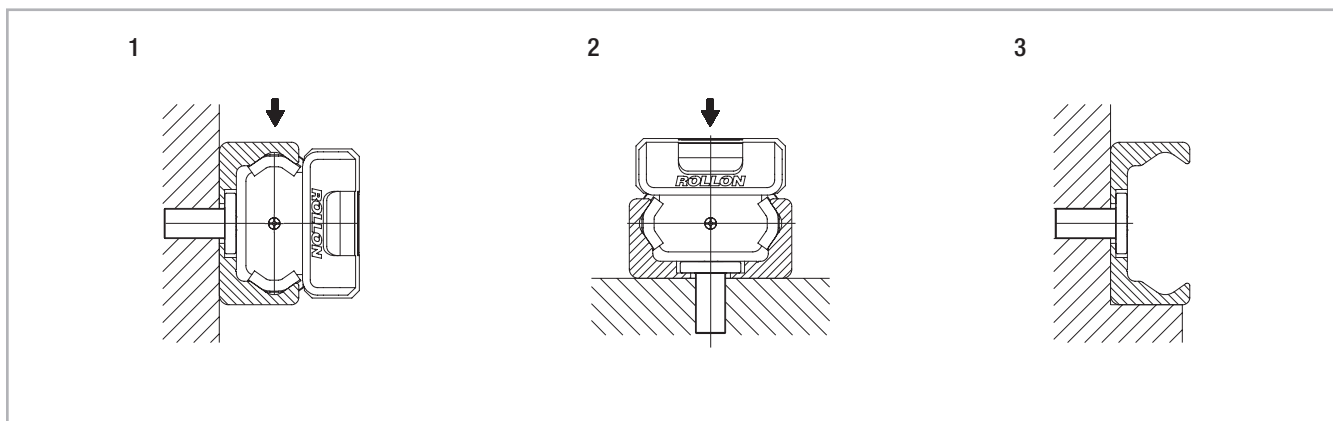

Fig. 154
Les rails en T et en K peuvent être montés dans deux positions différentes par rapport à la force externe. Dans le cas d'une charge axiale agissant sur le patin (fig. 154, pos. 2), la capacité de charge admissible est réduite en raison des galets à billes radiaux utilisés. C'est pourquoi les rails doivent, si possible, être montés de telle manière que la charge soit appliquée dans le sens radial sur les galets (fig. 154, pos. 1). Le nombre des trous de fixation dans le rail en combinaison avec les vis de classe de résistance 10.9 est fonction des capacités de charge. Dans le cas d'applications critiques avec des vibrations ou si une plus
grande rigidité est exigée, il peut être judicieux de soutenir le rail (fig. 154, pos. 3).